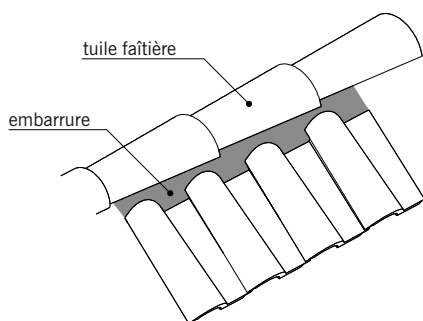

fig. 7.46
■ L'**embarrure** (fig. 7.46) : ouvrage en mortier garnissant l'espace entre le dernier rang de tuiles et le bord des tuiles faîtières.